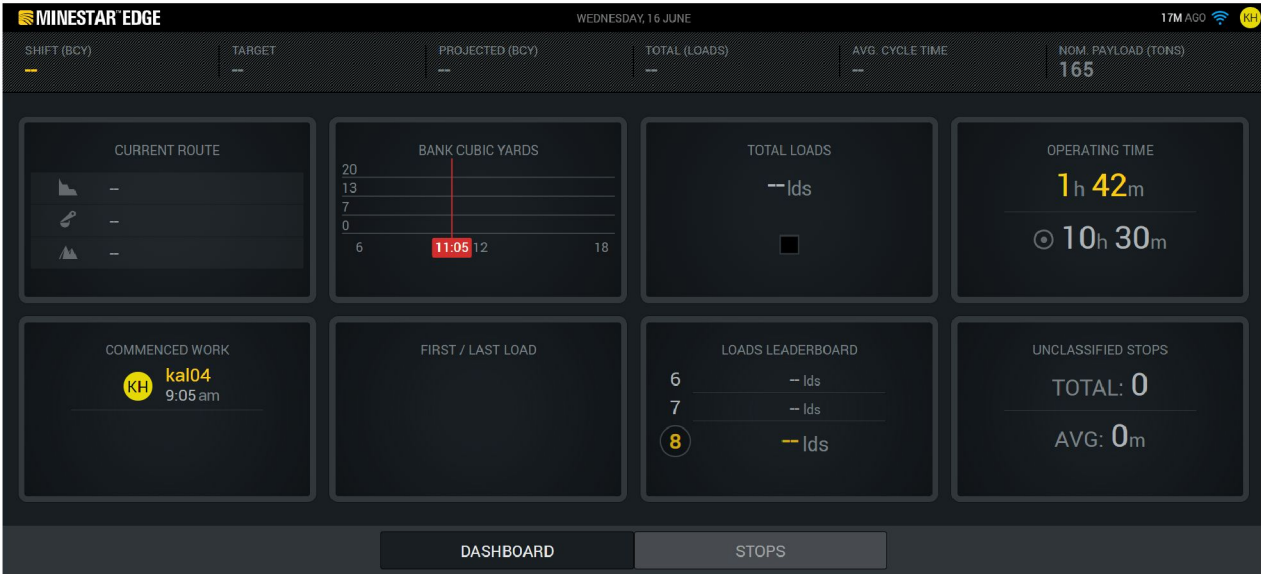

Рис. 5
3. После ввода идентификатора нажмите Enter, чтобы перейти к домашней странице, показанной на рис. 5 .